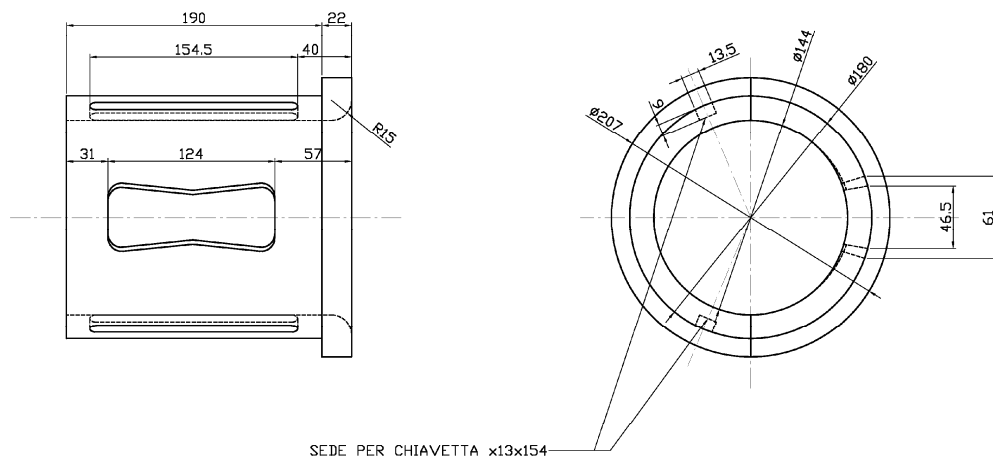

Figura 10 Dettaglio cuscinetto di contralbero
- Sostituzione cuscinetti di contralbero (Figura 10)